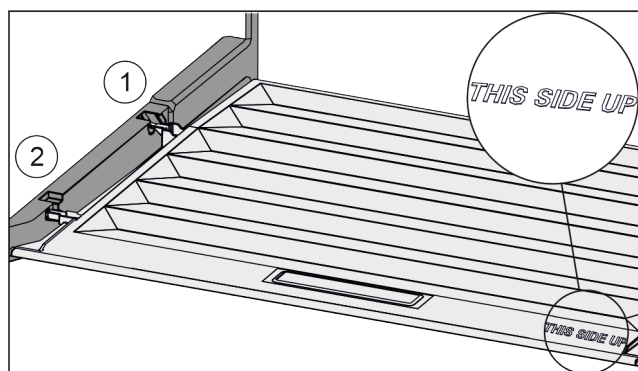

Fig. 98
- ▶ Vezesse be a fedél bordáit a hátsó tartó Fig. 98 (1) nyílása fölé, elöl pedig pattintsa be azokat a tartóba Fig. 98 (2).